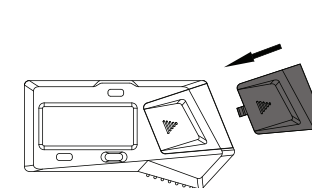

Fig.3
---Instalação da tampa da bateria (Fig.3)